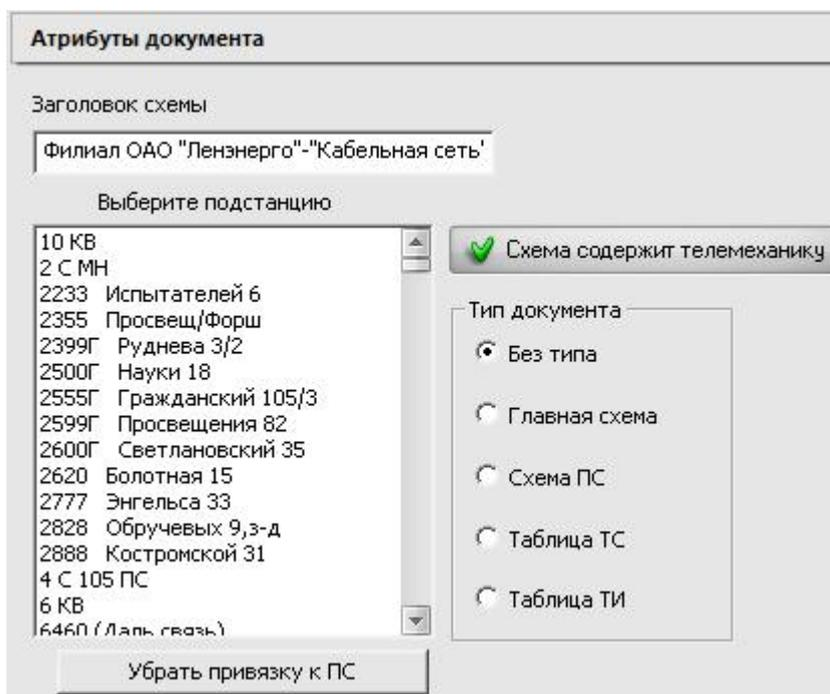

Рисунок 188 – Раздел «Атрибуты»
**Раздел «Атрибуты»** предназначен для «оживления» схемы в режиме диспетчера. Здесь устанавливаются общие параметры схемы: заголовок схемы, привязка схемы, тип документа, наличие телемеханики (рисунок 188).